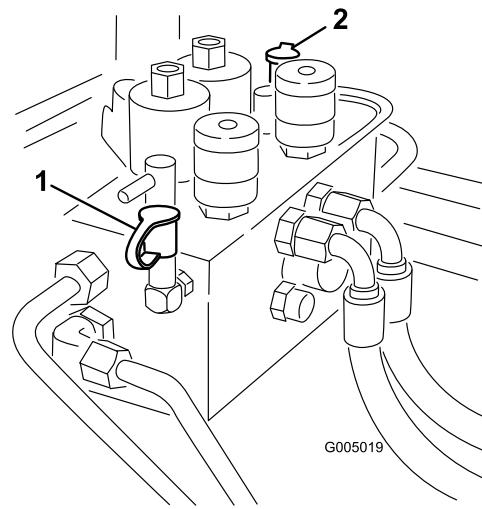

Bild 81
2. Mit dem Testanschluss B (Bild 81) wird der Hydraulikschaltkreis für die vorderen Mähwerke geprüft.
3. Mit dem Testanschluss C (Bild 81) wird der Hydraulikschaltkreis für die hinteren Mähwerke geprüft.